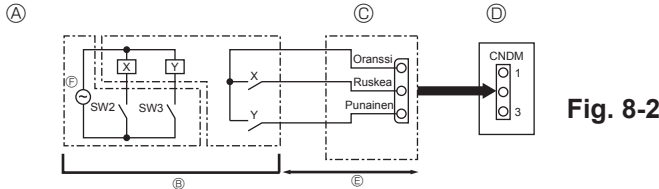

Fig. 8-2
8.2. Tarvetoiminto (muutostyö paikan päällä) (Fig. 8-2)